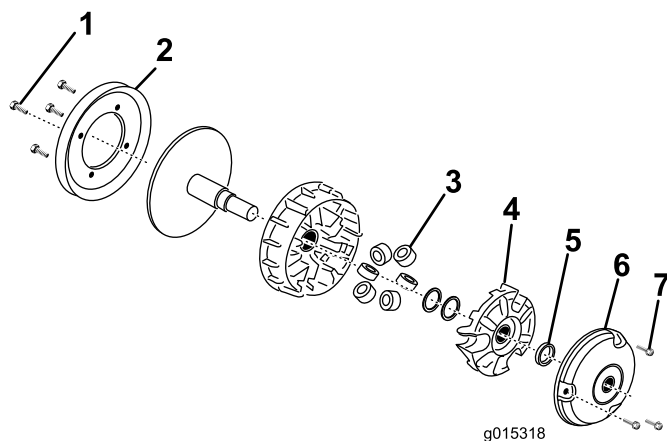

Figura 7
1. Localice el embrague debajo del sistema de escape en el lado del conductor del compartimento del motor (Figura 7).
3. Retire los 4 pernos que sujetan la polea a la parte trasera del embrague (Figura 7).
6. Retire los 3 pernos que sujetan la tapa (Figura 7).
7. Retire el suplemento limitador y guárdelo para el re-ensamblaje (Figura 7).
8. Utilice la herramienta para la retirada de la araña (TOR6016A) para retirar la araña, girándola en el sentido contrario a las agujas del reloj (Figura 7).
9. Retire los 6 rodillos y sustitúyalos con los rodillos nuevos del kit (Figura 7).